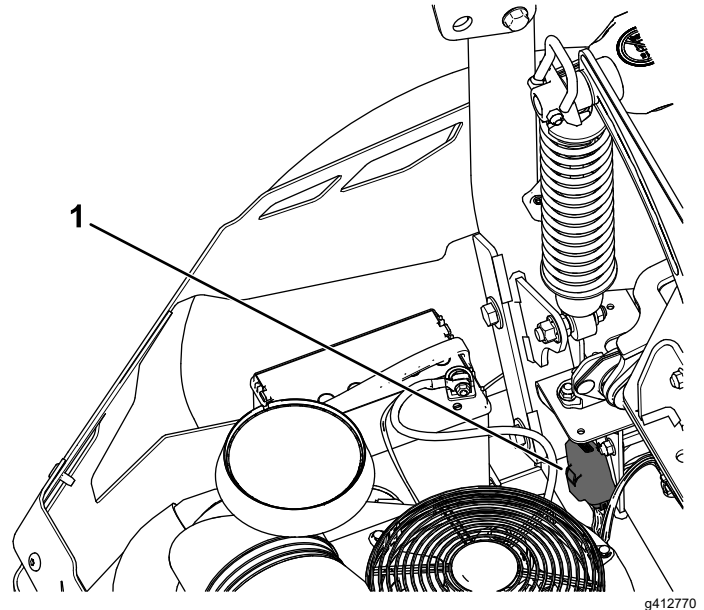

Figura 80
Los fusibles están situados en la parte trasera, cerca del motor (Figura 80).
2. Instale un fusible nuevo (Figura 80).